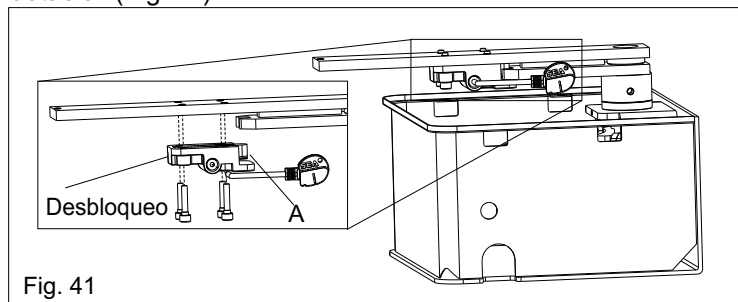

Fig. 41
**13.1.** Engrasar el perno de enganche (A) y montar el sistema de desbloqueo debajo el conjunto hoja utilizando los 4 tornillos en dotación (Fig. 41).